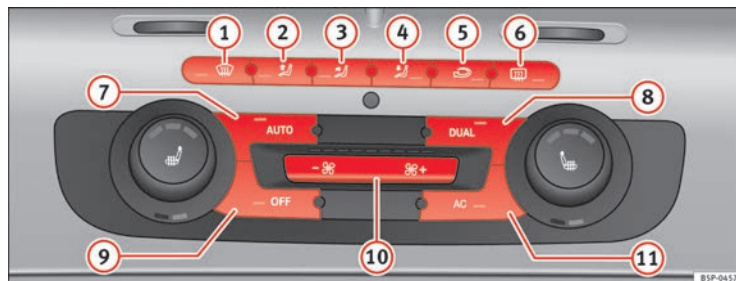

Fig. 130 Mandos del 2C-Climatronic en el tablero de instrumentos
- Gire las rulinas de regulación de temperatura ⇒ **página 168, fig. 130** para ajustar la temperatura del lado izquierdo y derecho respectivamente.
- Pulse la tecla **(AUTO)** ⇒ página 168, fig. 130. Aparece “AUTO High” en el display de la radio (velocidad de turbina alta).
- Pulse de nuevo la tecla **(AUTO)** ⇒ página 168, fig. 130. Aparece “AUTO Low” en el display de la radio (velocidad de turbina baja).